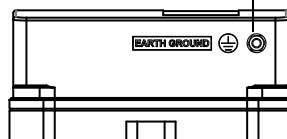

Abb. 1b
2. Ein Ende des Erdungsdrahtes an EARTH GROUND (MASSE, siehe Abb. 1b) anschließen und das andere Ende an eine geeignete Erdungsstelle.